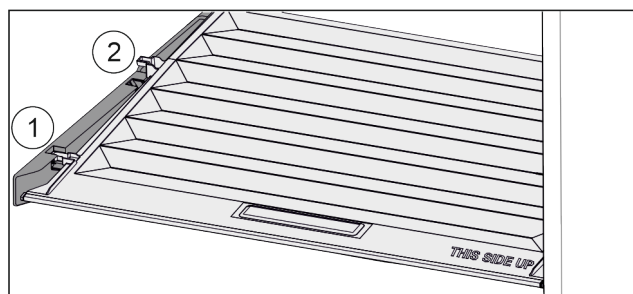

Fig. 93
- Tirer le couvercle vers l'avant jusqu'à l'orifice des pièces de retenue Fig. 93 (1).
- Le soulever par le bas à l'arrière et le sortir par le haut Fig. 93 (2).